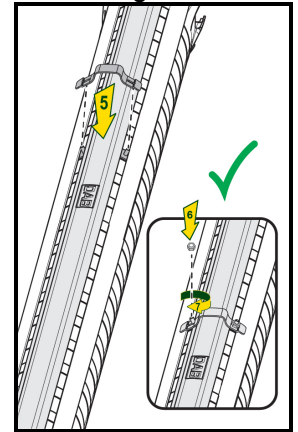

Fig.3
4. Fijar la abrazadera de cierre (Fig3).
5. Apretar las tuercas con autobloqueo (Fig3).